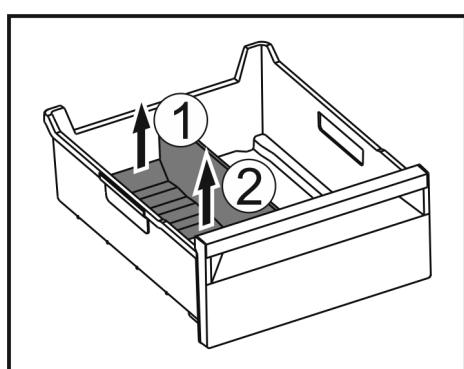

Fig. 99
► Dvignite zadnji del pregrade predala za led. Fig. 99 (1)
► Pregrado predala za led odstranite navzgor. Fig. 99 (2)